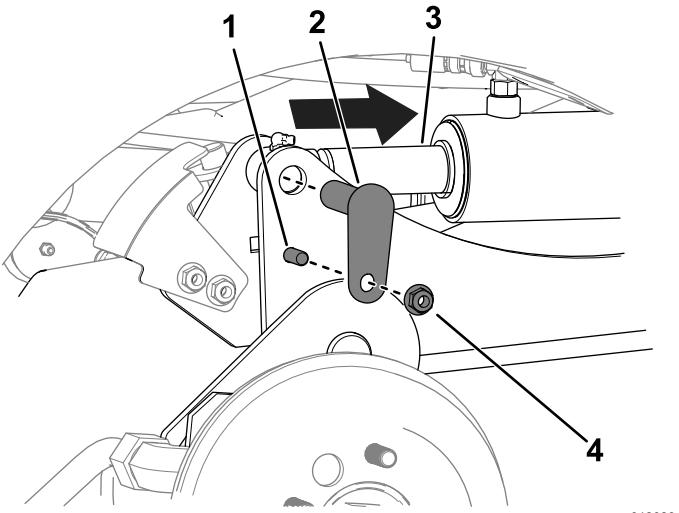

Figura 11
C. Utilizai un poanson pentru a alinia orificiile tijei cilindrului cu orificiile braului de ridicare (Figura 11).
D. Utilizai 2 uruburi ( $\frac{3}{8} \times 1\frac{1}{4}$ "), 2 piulie ( $\frac{3}{8}$ ") și 2 tifuri mici pentru a fixa braele de ridicare la cilindri (Figura 11).